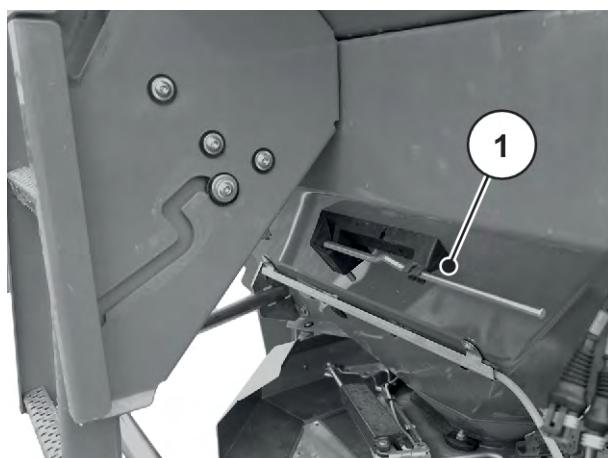

Fig. 36: Plassering av innstillingsspaken AXIS xx.2
- ▶ Legg innstillingsspaken tilbake i den tiltenkte holderen. Se Fig. 36 Plassering av innstillingsspaken AXIS xx.2